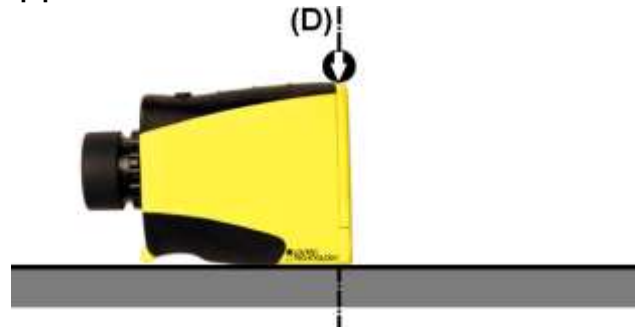

Bild 1
- 4 Den Laser-Telemeter auf eine ebene waagerechte Fläche stellen (mit Hilfe einer Wasserwaage prüfen) und das Gerät mit einem Finger an Höhe des Pfeils halten, wie auf Bild 1 gezeigt. Den Finger bis zum Ende der 7. Etappe festhalten.